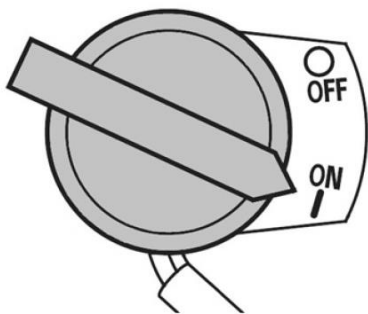

Рис.15
5. Установите переключатель включения двигателя в положение «I» (Включено) (см. рис. 15):
2. Переведите выключатель двигателя в положение “0” (Выключено) (см. рис. 15). Двигатель остановится.